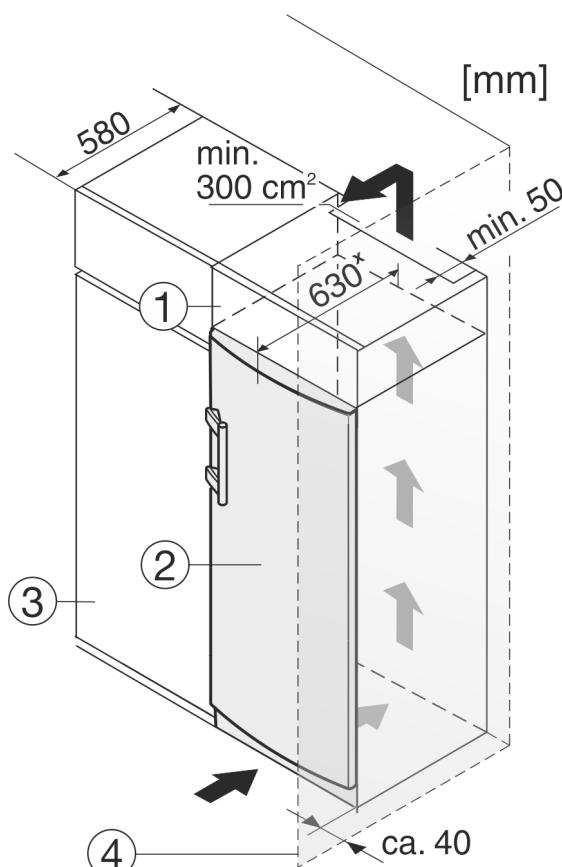

Fig. 12
(2) Пристрій
(4) Стінка
Перед встановленням пристрію можна змінити його конструкцію відповідно до кухонної шафи. Щоб привести висоту пристрію Fig. 12 (2) у відповідність із розмірами кухонної ніші, можна встановити на нього спеціальну шафу Fig. 12 (1).
У разі переобладнання кухонними шафами (глибина щонайбільше 580 мм) пристрій можна встановити безпосередньо поруч із кухонною шафою Fig. 12 (3). Пристрій виступає за передню частину кухонної шафи на 34 мм з боків і на 50 мм посередині.